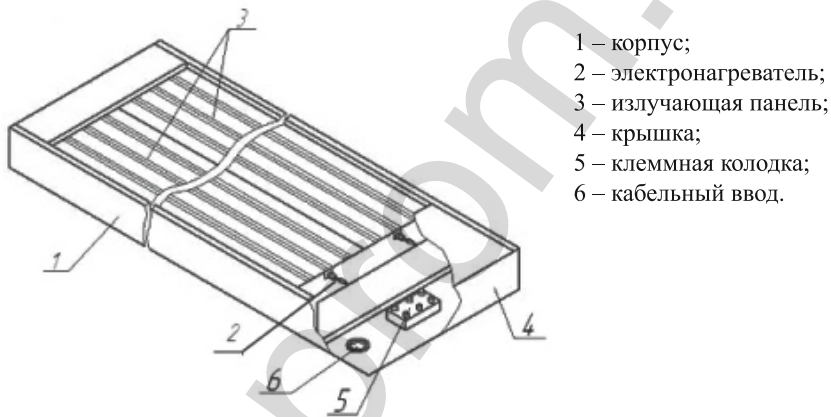

Рис.1. Обогреватель инфракрасный.
5.1 Схема инфракрасного обогревателя представленана рис. 1.
6.4 Комплект монтажных деталей находится внутри обогревателя под съемной крышкой 4 (см. рис.1). В комплект входят две цепи (11 звеньев для обогревателей IC-08, IC-10 и 15 звеньев на IC-20) и четыре карабина.